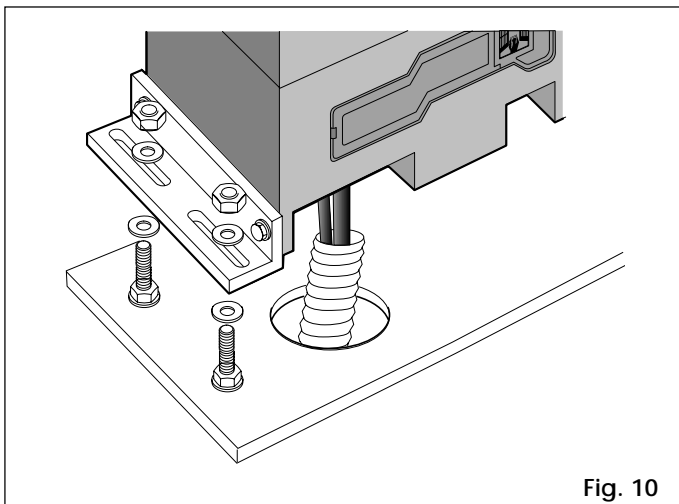

Fig. 10
- 3) Colocar el actuador sobre la placa utilizando las arandelas y las tuercas como se ilustra en la fig. 10. Durante esta operación, pasar los cables por el conducto presente en el semicuerpo inferior del actuador. Para acceder al equipo electrónico de mando, pasar los cables a través de los agujeros correspondientes (Fig. 1- ref. 13) utilizando los prensacables que se entregan de serie.